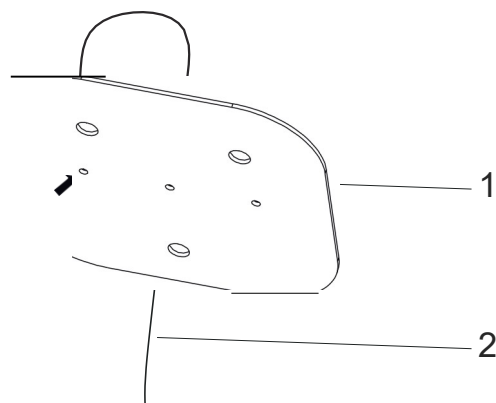

Fig. 18
3. ➔ Tryck stålvajerlinan genom upphängningsplattan som visas i figuren (Fig. 18).